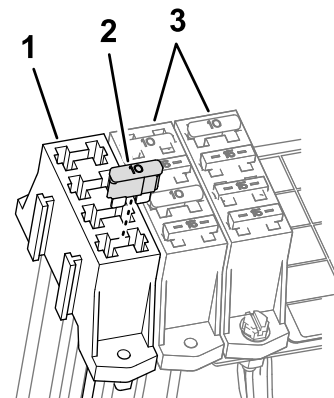

Figure 20
2. Insérez le fusible dans l'emplacement que vous avez localisé dans le porte-fusibles auxiliaire (Figure 20).